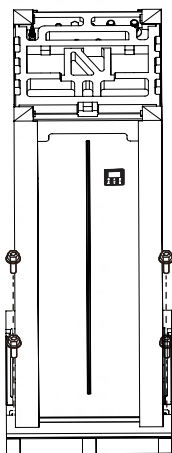

Fig. 2-3
- Retirez les 4 vis de la base en bois (voir Fig. 2-3).